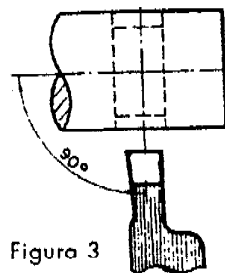

Figura 3
3. El eje de la herramienta (Figura 3) debe quedar perpendicularmente al eje del torno.